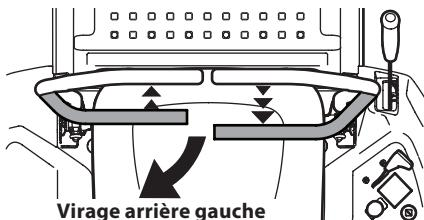

Figure 27
- Pour tourner à gauche en marche arrière, déplacez le levier de contrôle de gauche vers l'avant du levier de contrôle de droite. Consultez la Figure 27.